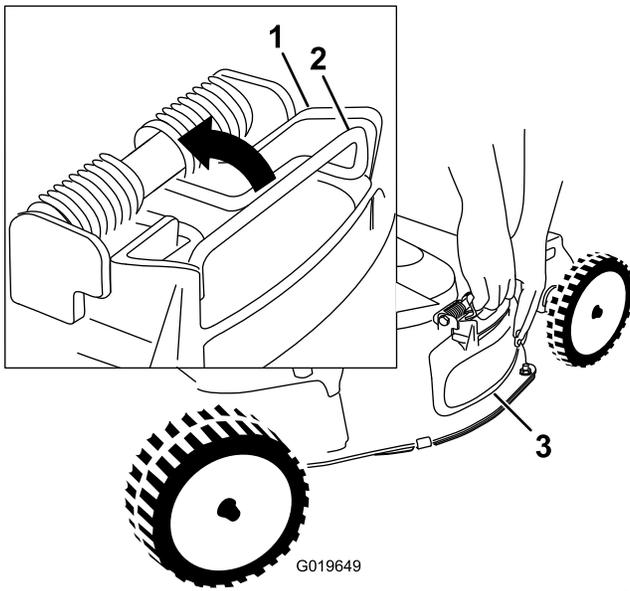

Figura 24
4. Retire el deflector de descarga lateral tirando hacia arriba del muelle que sujeta la puerta en su sitio, y retirando el deflector (Figura 24).